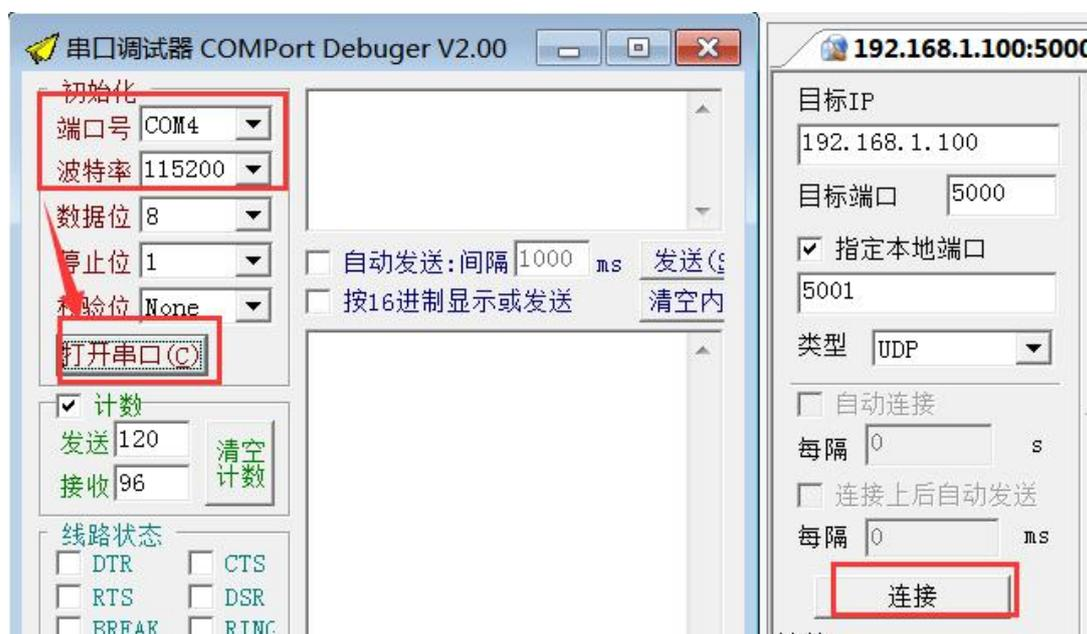

图 5.17
7. 点击“连接”→选择串口的“端口号”(根据实际连接的端口号选择),“波特率”设为“115200”→点击“打开串口”。如图 5.17 所示。